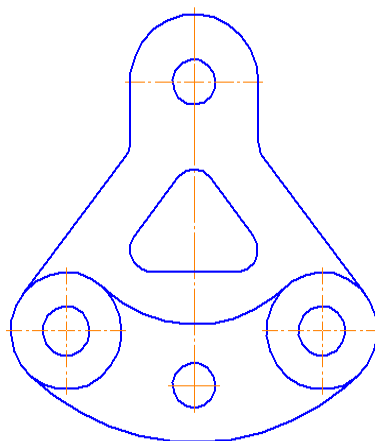

Рисунок 3.20 – Отрисовка центов окружностей
21. Выберите команду **Обозначения – Обозначение центра** и отрисуйте все центры окружностей (рисунок 3.20).